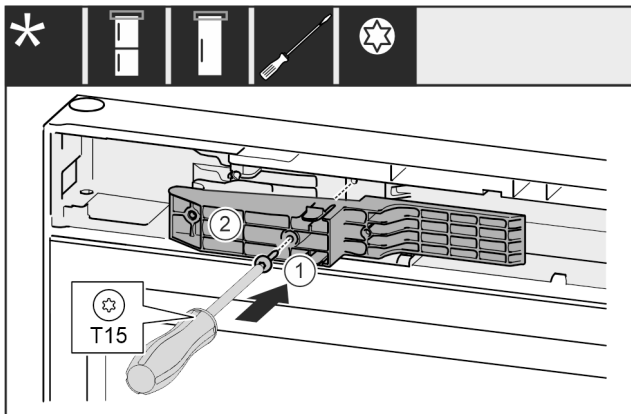

Fig. 70 *
- Helyezze be az illesztődarabot Fig. 70 (1) a mélyedésbe a fogantyú felőli oldalon.*
- Húzza meg a csavart Fig. 70 (2) csavarhúzóval.*